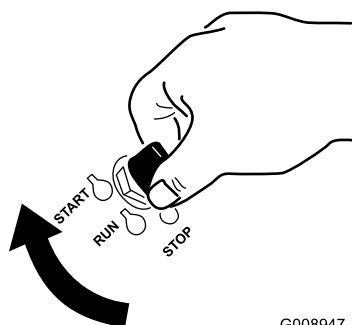

Figura 17
1. Girate la chiave di accensione in posizione di avvio (Figura 17). Rilasciatela quando il motore si accende.
6. Girate la chiave di accensione in posizione di avvio (Figura 17). Rilasciatela quando il motore si accende.